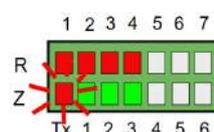

Figure 9. Détection des modules
4. La rangée supérieure de LED « Relais » correspond à la détection des modules (1). Chaque fois qu'un module est détecté, la LED correspondante s'allume en rouge fixe (fig. 9).